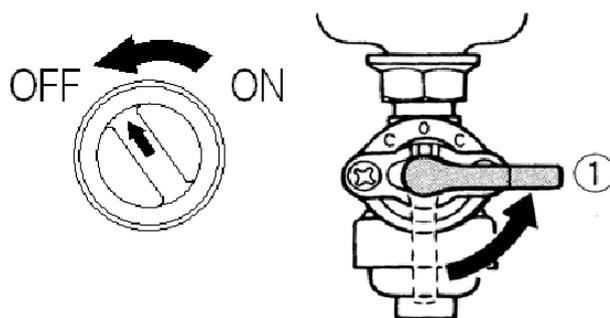

Рис. 21
3. Поверніть запірний кран в лінії подавання палива в положення OFF («ВИМК.»)(Рис.21).